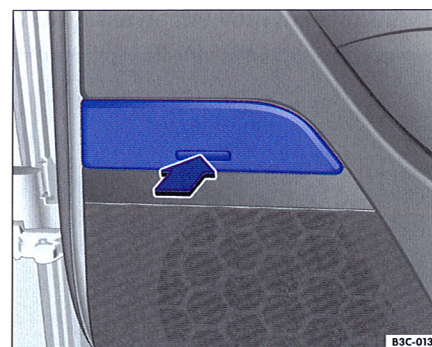

Fig. 92 Scrumiera din ușa din spate, dreapta
– Pentru deschidere, apăsați scurt pe tasta din capacul scrumierei în sensul indicat de săgeată ⇒ fig. 92. Capacul se va deschide singur.